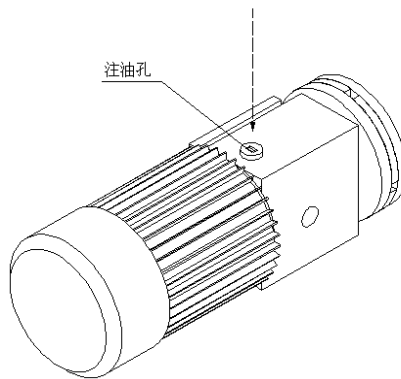

图 3-1
- ①.检查紧固体有无松动；
- ②.向减速器加注液体润滑油，观察油路是否畅通(见图 3-1)；
- ③.检查电机及电器设备是否干燥，绝缘是否良好；
- ④.检查外电源是否符合是机器的电源要求。